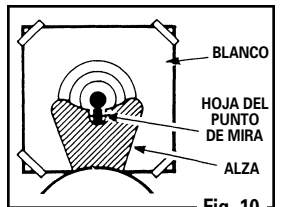

Fig. 10
- El rifle está apuntado correctamente cuando la hoja del punto de mira está posicionada exactamente en el centro de la ranura del alza. El extremo superior de la hoja del punto de mira debe estar nivelado con el extremo superior de la ranura en el alza. El blanco debe parecer apoyado sobre el extremo superior del punto de mira (Fig. 10).